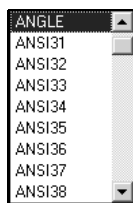

图 9-9 图案填充样式名图
(2) Pattern（填充图案的样式）。单击下拉箭头，出现如图 9-9 所示的填充图案样式名的下拉列表选项。